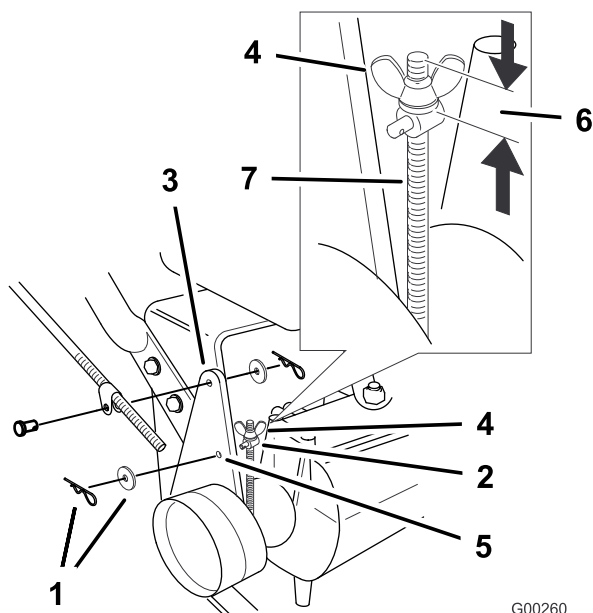

Figura 39
Nota: Para el ajuste inicial, ajuste la tuerca de orejeta hasta que se encuentre a 32 mm (1-1/4 pulg.) de la parte superior de la varilla (Figura 39).
- Para ajustar el freno, retire el pasador de horquilla y la arandela de la palanca de freno y el muñón (Figura 39).
- Instale el muñón en el taladro F (Figura 39). Apriete la tuerca de orejeta.
- Fije el collar a la palanca de freno con la arandela y el pasador de horquilla (Figura 39).